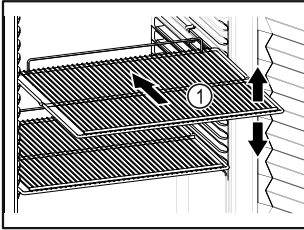

Fig. 52 Esimerkkikuva
- Sovita siirrettävät rutilätasot Fig. 52 (1) korkeuden mukaan.